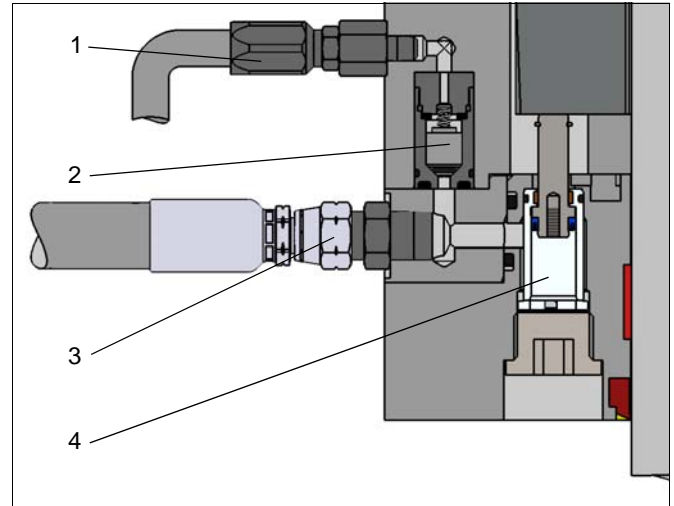

Fig. 4: Soupape de purge automatique intégrée dans un dispositif PARA type K/TA
La soupape de purge automatique peut être intégrée aux dispositifs PARA de SITEMA selon le schéma Fig. 4, à condition que l'épaisseur du boîtier soit suffisante et que le dispositif PARA soit installé de façon fixe (non mobile) et verticale.
Côté client, un tuyau est à prévoir qui raccorde la sortie E (1) Fig. 4 de la soupape de purge automatique avec le réservoir afin de laisser échapper les effluents air-huile. Des informations complémentaires se trouvent dans les instructions d'utilisation fournies avec le dispositif PARA.